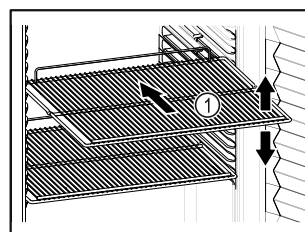

Fig. 86 Reprezentare exemplificativă
- Dacă grătarele tip poliță Fig. 86 (1) pot fi mutate, adaptați-le în funcție de înălțime.